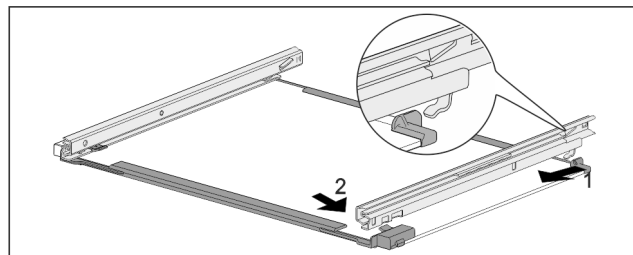

Fig. 134 Sklenená doska s koľajničkami
- Zaháknite koľajničku vzadu. Fig. 134 (1)
- Zaklapnite koľajničku vpredu. Fig. 134 (2)